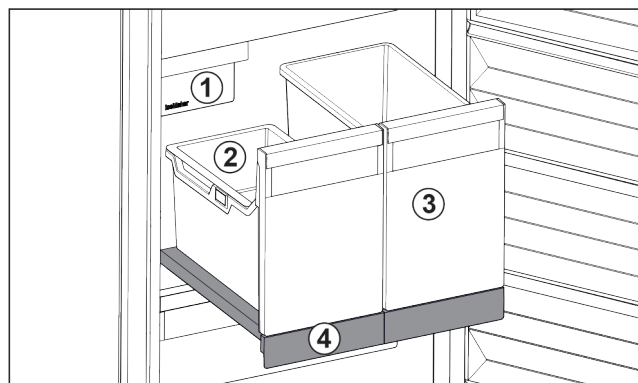

Fig. 122 Auszugsbord mit IceTower
Auf dem Auszugsbord sind zwei hohe Behälter (IceTower). Im Behälter Fig. 122 (2) werden Eiswürfel aus dem IceMaker gesammelt und gelagert. Behälter Fig. 122 (3) eignet sich für die Lagerung von hohen Lebensmitteln wie Pizzen oder alkoholischen Getränken.